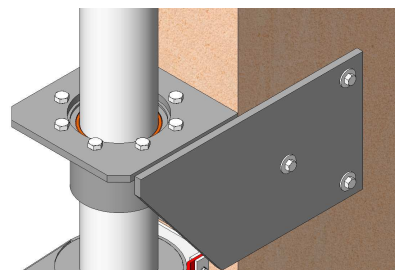

fig. 8
- Recomenda-se um suporte-guia (fig. 8).